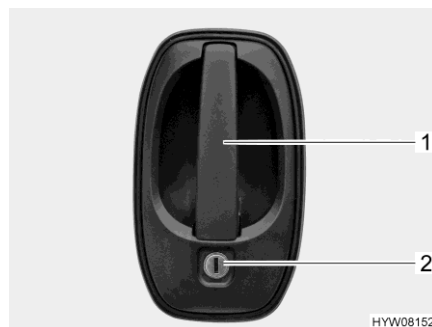

Bild 49 Türschloss (Fahrertür/Eingangstür außen)
Öffnen: ■ Schlüssel in Schließzylinder (Bild 49,2) stecken und drehen, bis das Türschloss entriegelt ist.
■ Am Türgriff (Bild 49,1) ziehen. Die Tür ist geöffnet.
Verriegeln: ■ Schlüssel in Schließzylinder (Bild 49,2) stecken und drehen, bis das Türschloss verriegelt ist.